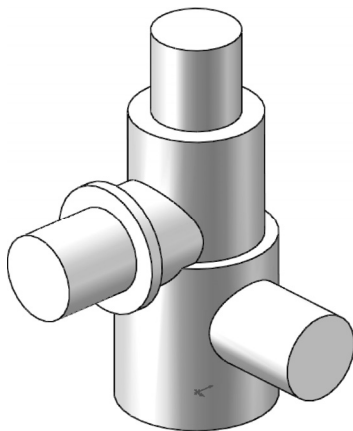

图 13-76 绘制凸台
**09** 重复“拉伸”命令, 在上步绘制的表面上创建  $\phi 30 \times 3$  和  $\phi 20 \times 20$ , 结果如图 13-76 所示。